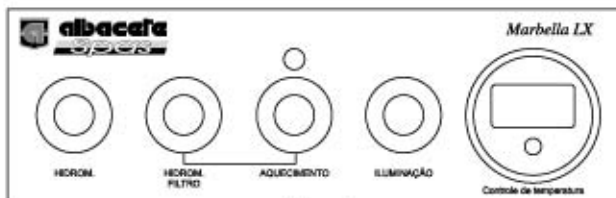

Figura 1
**Um Painel de Comando contendo:** Quatro Comandos Pneumáticos, uma Lâmpada Piloto, um Controle Digital de Temperatura e um Termômetro (figura 1).